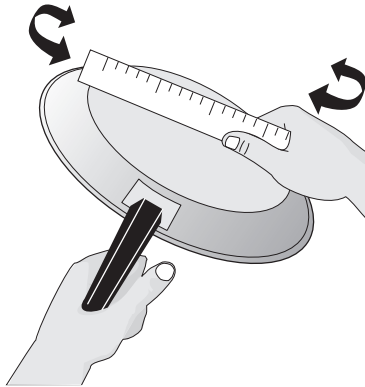
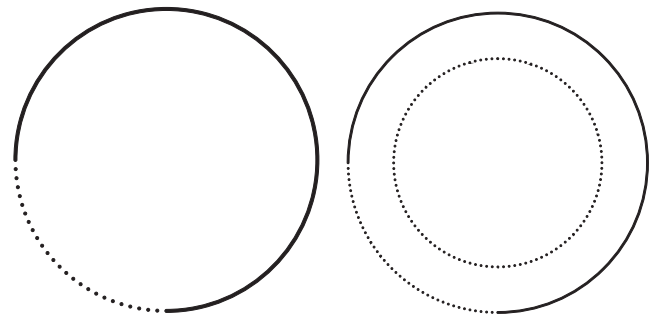

Figure 1: Mise à l'essai des ustensiles de cuisine
Figure 2: Éléments à rayonnement simple, double et triple
La taille et le type d'ustensiles de cuisine utilisés auront une influence sur la température nécessaire pour obtenir de meilleurs résultats de cuisson. Veiller à suivre les recommandations pour l'utilisation des ustensiles de cuisine comme illustré dans Figure 1 et Figure 2.
Vérifier sa planéité en faisant tourner une règle sur le fond de la casserole (voir Figure 1). Les ustensiles de cuisine doivent avoir des fonds plats qui sont bien en contact avec toute la surface de l'élément de chauffage (voir Figure 2).
2. Pousser et tourner le bouton de commande de surface dans un sens ou dans l'autre (Figure 1) pour obtenir la valeur souhaitée (reportez-vous au « Réglages suggérés pour l'élément de surface à rayonnement » au Tableau 1).
Démarrer la majorité des cuissons sur un réglage élevé, puis revenir ensuite à un réglage plus bas pour terminer. Les boutons de commande de surface n'ont pas à être réglés exactement sur un point particulier. Utiliser les tableaux graphiques fournis à titre de guide et régler le bouton de commande selon les besoins (voir Figure 1).
2. Pousser et tourner le bouton de commande dans le sens horaire pour démarrer la cuisson avec les deux éléments (intérieur et extérieur). Pousser et tourner le bouton dans le sens antihoraire pour les ustensiles de cuisine plus petits (voir Figure 2).